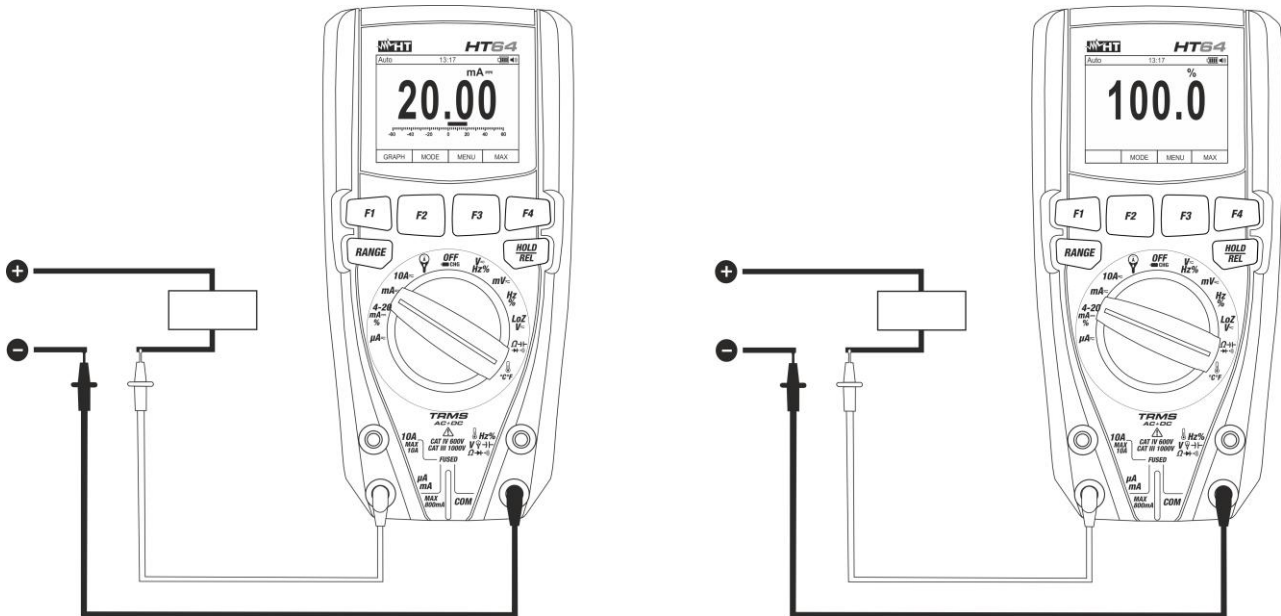

Fig. 30: Utilisation de l'instrument pour la mesure de Courant DC et la lecture 4-20mA%
4. Connecter l'embout rouge et l'embout noir en série au circuit duquel on veut mesurer le courant en respectant la polarité et la direction du courant dont à la Fig. 30.
6. La valeur du courant DC (voir Fig. 30 – partie gauche) s'affiche à l'écran
7. La valeur de la lecture 4-20mA% (0mA = -25%, 4mA = 0%, 20mA = 100% et 24mA = 125%) (voir Fig. 30 – partie droite) s'affiche à l'écran Le diagramme à barres analogique n'est pas actif dans cette fonction
9. L'affichage du symbole « - » sur l'écran de l'instrument indique que le courant a une direction opposée par rapport à la connexion de Fig. 30.